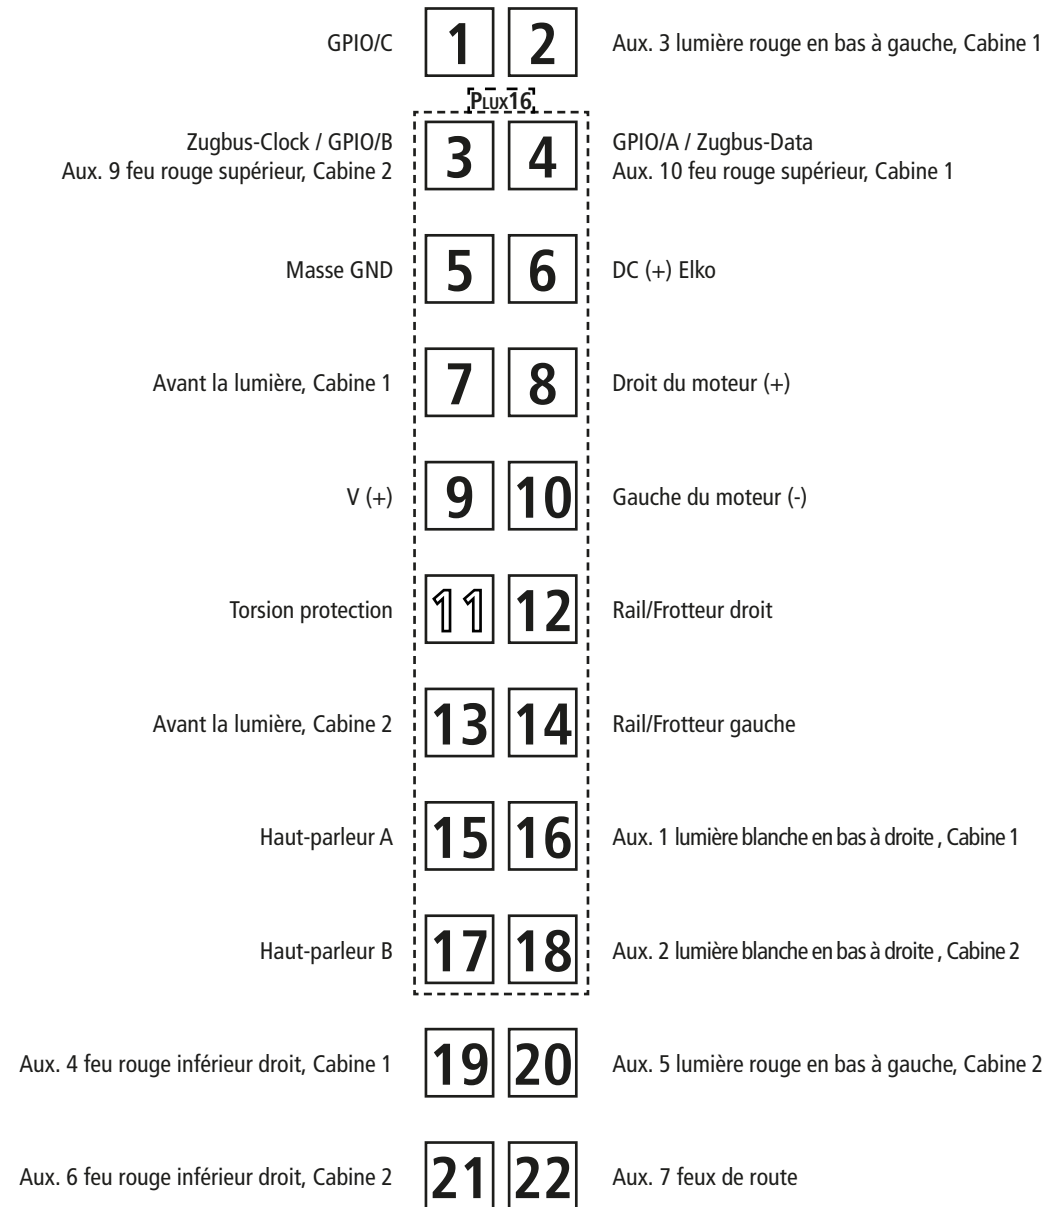

Fig. 6
2. Graissage: N'appliquez **qu'une toute petite goutte** aux endroits indiqués par le plan de graissage (fig. 6) après avoir démonté la caisse de la locomotive (fig. 4). Nous vous recommandons **le graisseur à huile Roco réf. 10906**. Pour graisser les engrenages (roues dentées, vis sans fin) nous vous conseillons la **graisse spéciale Roco réf. 10905** pour engrenages en matières synthétiques. Lorsque vous utilisez cette graisse il faut éviter d'huiler ces composants.